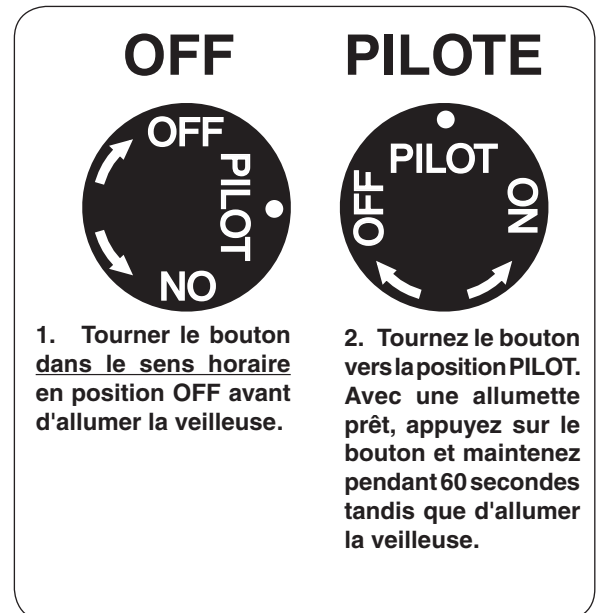

Fig. 36-1 Détail bouton de commande (OFF, PILOTE)
1. Localiser la vanne sur le côté gauche de l'appareil. Appuyer sur le bouton de contrôle du gaz et tourner dans le sens horaire en position **OFF** (Fig. 36-1).
**Attendez cinq (5) minutes pour n'importe quel gaz dans l'unité de se dissiper. S'IL YA UNE ODEUR DE GAZ, voir l'étape B CI-DESSUS.** Si vous ne sentez pas de gaz, passez à l'étape 2.
2. Tournez le bouton de réglage dans le sens antihoraire pour **PILOTE** (Fig. 36-1). Appuyez sur le bouton de commande **fermement et pleinement** enfoncée. Mantenga partido largo chimenea o un encendedor cerca del termopar a encender el piloto. Continúe a tenir le bouton de commande pendant environ 60 secondes après que le pilote est allumé, puis relâchez le bouton. Le pilote reste allumé.